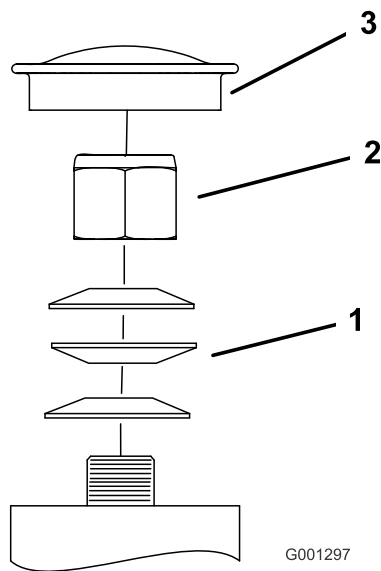

Figure 64
3. Retirez le capuchon antipoussière de la roue pivotante et serrez le contre-écrou (Figure 64).
4. Continuez de serrer le contre-écrou jusqu'à ce que les rondelles élastiques soient aplaties, puis desserrez-le de 1/4 de tour pour obtenir la précharge correcte des roulements (Figure 64).
**Important:** Veillez à placer les rondelles élastiques comme illustré à la Figure 64.
5. Remettez le capuchon antipoussière en place (Figure 64).